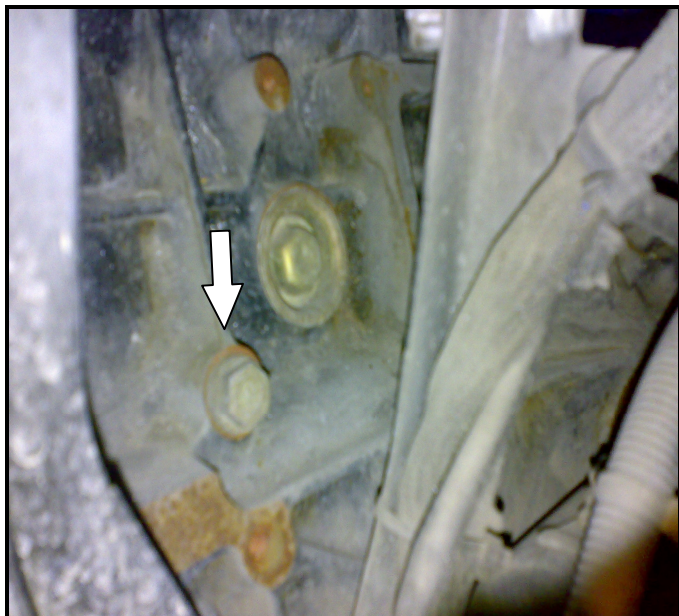

Рис.1 Сливная пробка на примере двигателя 611.
3.2. Отвернуть сливную пробку, расположенную в левой или правой части блока двигателя (по ходу движения автомобиля) рис.1 и слить охлаждающую жидкость.